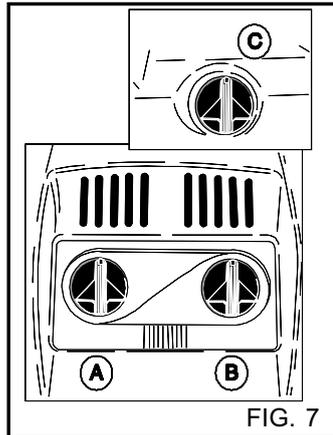

FIG. 7
Wenn man den Drehschalter des Thermostats "B" (Fig. 7) auf die Position Dampf stellt, erhöht sich die Wassertemperatur am Auslauf bis auf Betriebstemperaturen von mehr als 95°C. Der Betriebsdruck muß zwischen 5 und 32 bar liegen.
**⚠ Bei Verwendung des Gerätes mit heissem Wasser und in der Dampfstufe sollte man sich von den Öffnungen des Abgasstutzens fernhalten, da Verbrennungsgefahr besteht. Nach Beendigung der Dampfstufe dreht man den Schalter des Thermostats "B" auf die Position "0" (Fig. 7) und läßt das Gerät dann etwa drei Minuten lang bei geöffneter Pistole abkühlen.**